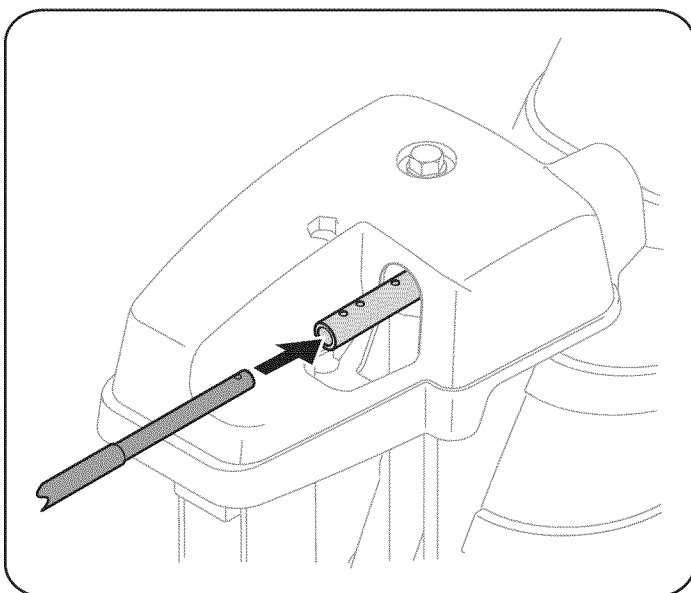

Figura 4
3. Inserte la varilla hexagonal dentro del cabezal de control del canal. Empuje la varilla tan lejos dentro del cabezal de control del canal como sea posible, manteniendo el orificio en la varilla hexagonal señalando hacia arriba. Vea la Figura 4.